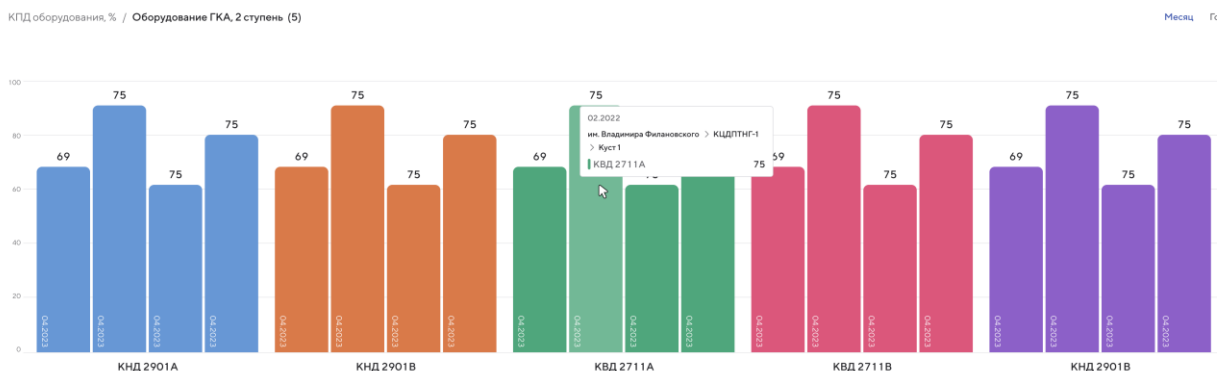

Рисунок 180 – Страница вкладки «КПД оборудования». Выбран вид оборудования «Оборудование ГКА, 2 степень»
4. Подведите указатель мыши к столбцу диаграммы вида оборудования и нажмите левую кнопку мыши. Откроется страница вида оборудования со статистической информацией о КПД в разрезе единиц оборудования, входящих в данный вид оборудования (Рисунок 180).
4. Подведите указатель мыши к столбцу диаграммы вида оборудования и нажмите левую кнопку мыши. Откроется страница вида оборудования со статистической информацией о КПД в разрезе единиц оборудования, входящих в данный вид оборудования (см. Рисунок 180).